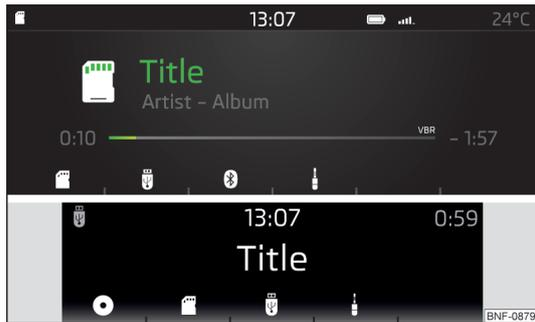

Fig. 102
- ▶ Para la **elección de la fuente de audio en el menú principal Media**, presionar la tecla [MEDIA] y elegir la fuente deseada por medio de las teclas de función» fig. 102.